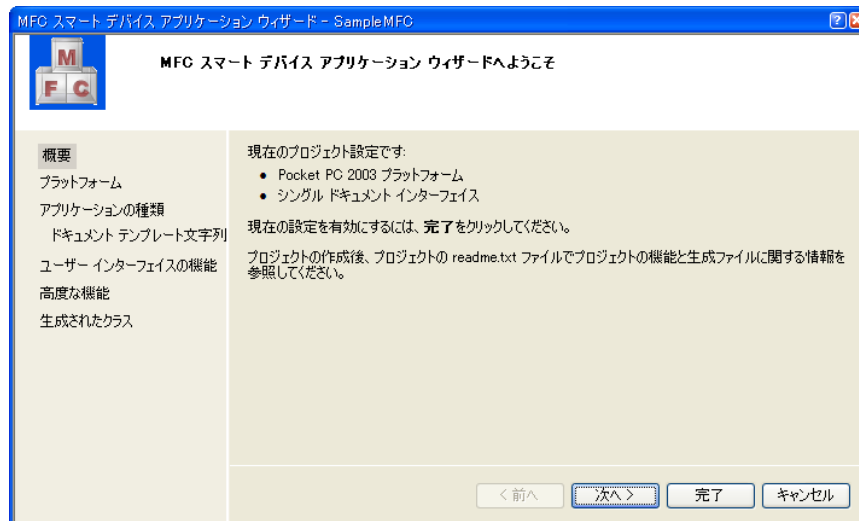

図 4-4-1-2. アプリケーションウィザード
- ⑥ [選択された SDK]に[ASP G3N SDK Release]を追加します。Algo Smart Panel でのみ動作するアプリケーションの場合は、[ASP G3N SDK Release]のみを選択します。(図 4-4-1-3)